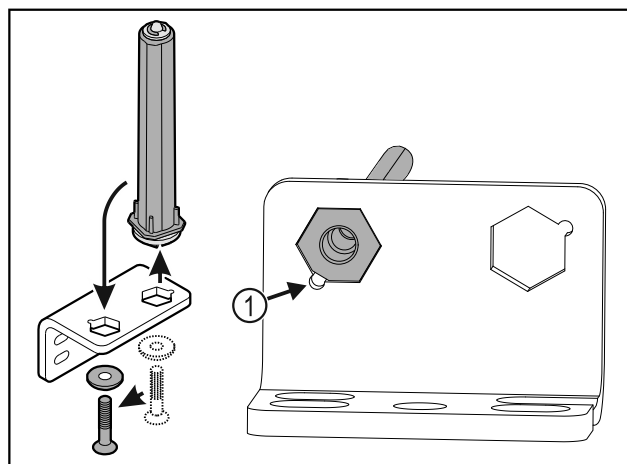

Fig. 28
- ▶ Проследите за тем, чтобы при установке скос пальца Fig. 28 (1) указывал в направлении круглого отверстия.